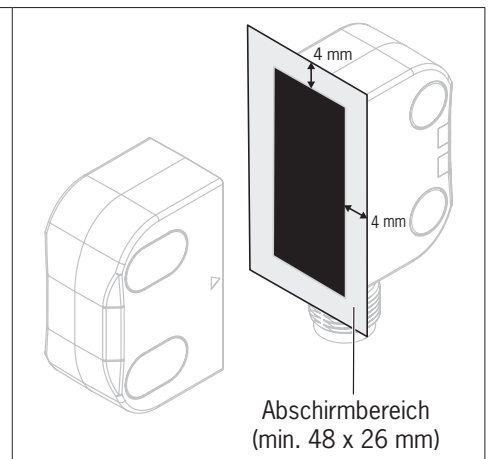

Bild 3: Minimale Größe Abschirmblech
- Die minimale Größe des Abschirmblechs beträgt damit 48 x 26 mm (siehe Bild 3).